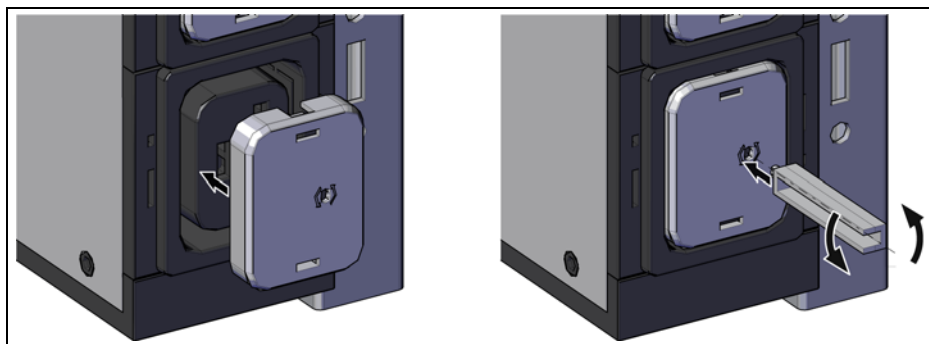

Рис. 9: Заглушки
- В зависимости от исполнения PDU неиспользуемые розетки C13/C19 можно закрыть прилагаемыми в комплекте крышками (рис. 9).